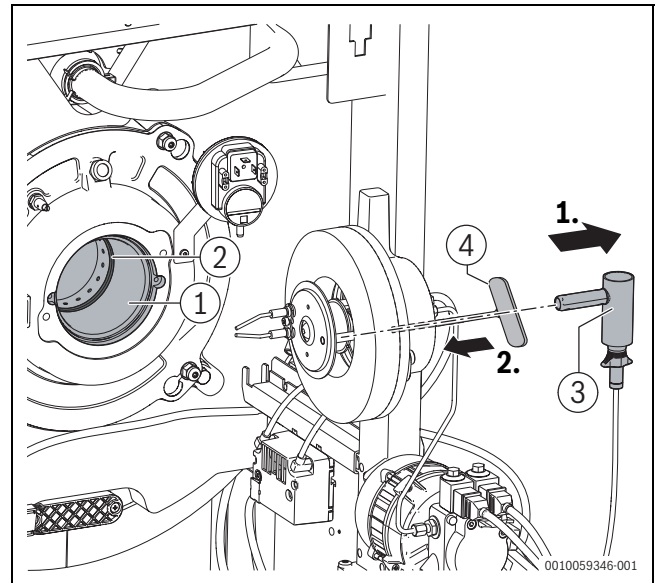

Bild 73 Dichtung prüfen (Serviceposition 1), Verwendung Innensechskantsteckschlüssel zur Ausrichtung des Mischsystems
- ▶ Brenner in Serviceposition 1 bringen (→ Bild 73).
- ▶ Winkelhalter mit Flammenfühler (→ Bild 73) aus Brennergehäuse ziehen.
- ▶ Zur Ausrichtung des Halterohres des Flammenfühlers mit dem Sichtrohr des Mischsystems einen Innensechskant-Steckschlüssel (Schlüsselweite 5) als Lehre von der Brennergehäuseseite einführen (→ Bild 73).
- ▶ Winkelhalter mit Flammenfühler (→ Bild 73) wieder bis zum Anschlag in Brennergehäuse einstecken.